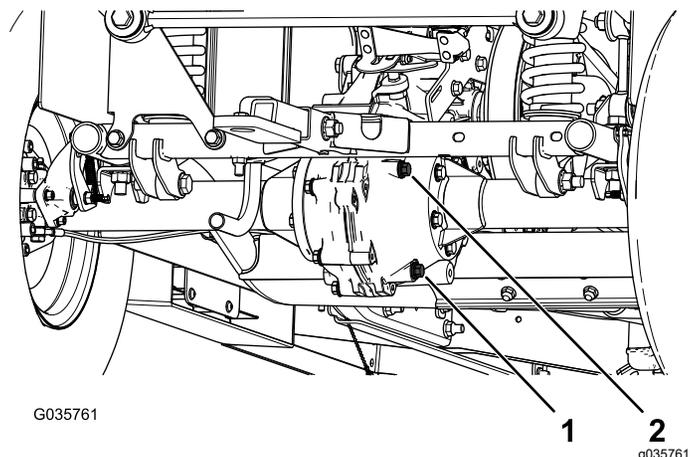

図 56
- トランスアクスルについている補給プラグを外す 図 56。
- オイルの量が少ない場合は、補給プラグを取り、穴からあふれ出てくるまで所定のオイルを補給する 図 56。
- ドレンプラグの下にオイルを受ける容器をおく 図 56。
- トランスアクスルについている補給プラグとシールを外す 図 56。
- ドレンプラグとシールを外してオイルが完全に抜けるのを待つ 図 56。